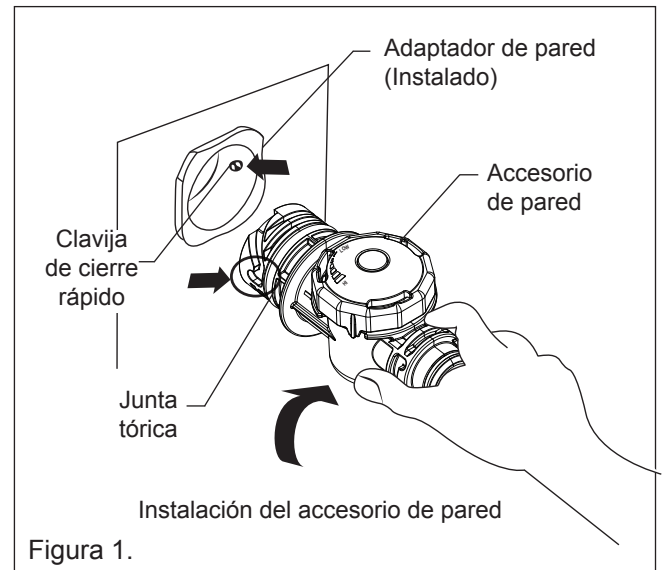

Figura 1.
4. Inserte el adaptador de accesorio de pared en el conducto de retorno enroscado 1-1/2" NPT. Apriete manualmente hasta que esté ajustado. **Véase figura 1.**
5. Alinee el accesorio de pared con la clavija de cierre rápido dentro del adaptador de pared. Empuje el accesorio de la pared en el adaptador hasta que toque el fondo de la pared. Gire ¼ en el sentido horario para bloquear el accesorio de pared. **Tire suavemente hacia afuera para un mejor ajuste y así engarzar las clavijas de cierre rápido. Véase la figura 1.**